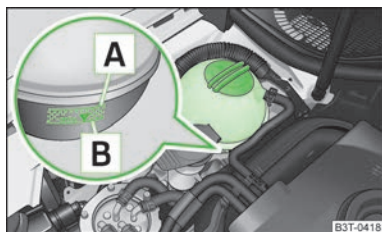

Fig. 135
Pentru completare, vă recomandăm să utilizați numai antigelul a cărui denumire o găsiți pe vasul de expansiune al lichidului de răcire » fig. 135 la pagina 164.
- > Verificați nivelul lichidului de răcire la vasul de expansiune al lichidului » fig. 135. Când motorul este rece, nivelul lichidului de răcire trebuie să se afle între marcajele **B** (min.) și **A** (max). Când motorul este cald, nivelul lichidului de răcire poate fi și puțin peste marcajul **A** (max).
- > Aplicați o lavetă pe capacul vasului de expansiune a lichidului de răcire » fig. 135 la pagina 164 și deșurubați **cu grijă** capacul.
Nu adăugați lichid de răcire peste marcajul **A** (max.) » fig. 135 la pagina 164! La încălzire, surplusul de lichid de răcire este împins din sistemul de răcire prin supapa de suprapresiune din capacul vasului de expansiune.